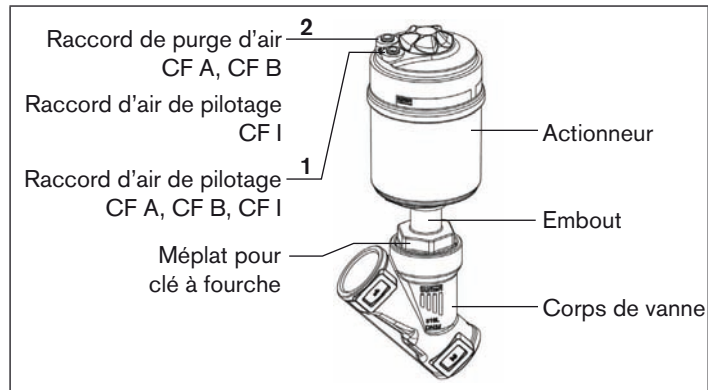

Fig. 22 : Désignation des pièces
- Avec la fonction de commande **A et I** raccord d'air de pilotage **1** une pression de 6 - 8 bars. (voir « Fig. 22 : Désignation des pièces »).
- Avec la fonction de commande **B** raccord d'air de pilotage **2** une pression de 6 - 8 bars. (voir « Fig. 22 : Désignation des pièces »).